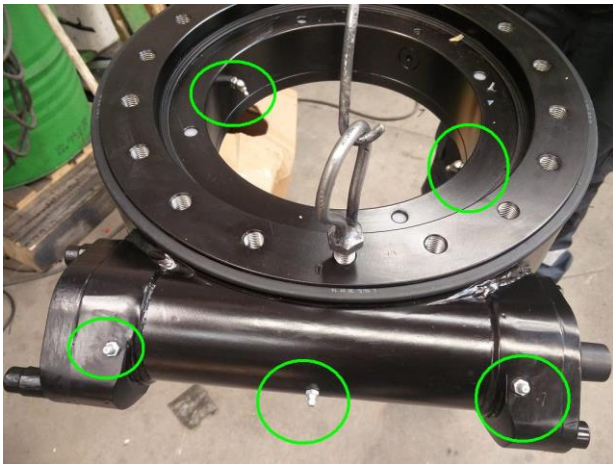

Figura 15: Engrase del anillo giratorio
El anillo giratorio de la plataforma de acceso debe engrasarse mensualmente, según el programa de mantenimiento. Es importante tener en cuenta que el anillo de rotación tiene cinco (5) puntos de engrase separados (figura 15) que deben engrasarse individualmente. Las boquillas de engrase en el exterior del anillo dentada están conectadas al engranaje y a sus cojinetes. Dos (2) boquillas de engrase en el interior del anillo de rotación están conectadas a los rodamientos de bolas de la corona. La manera más fácil de aplicar grasa en estas dos boquillas de engrase es a través de la compuerta de servicio en la parte inferior del chasis.